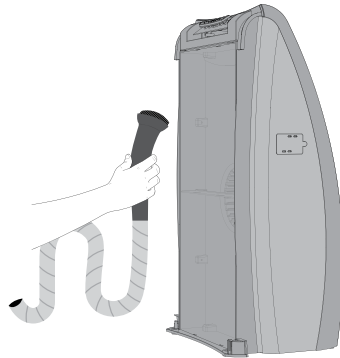

Fig. 2
3. Pour obtenir les meilleurs résultats lors du changement des filtres, il est recommandé d'éliminer la poussière à l'intérieur du purificateur d'air Vornado et sur ses côtés en les essuyant ou en passant l'aspirateur. (Figure 2)